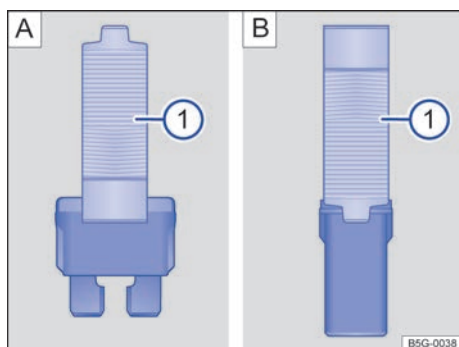

Fig. 286 Extraer o colocar el fusible con las pinzas de plástico: A) Fusible enchufable plano. B) Fusible tipo bloque.
- Dado el caso, retire las pinzas de plástico → fig. 286 ⓘ situadas en la cubierta de la caja de fusibles correspondiente.
- En función del tipo de fusible, desplace las pinzas correspondientes → fig. 286 A) ⓘ o → fig. 286 B) ⓘ lateralmente sobre el fusible.